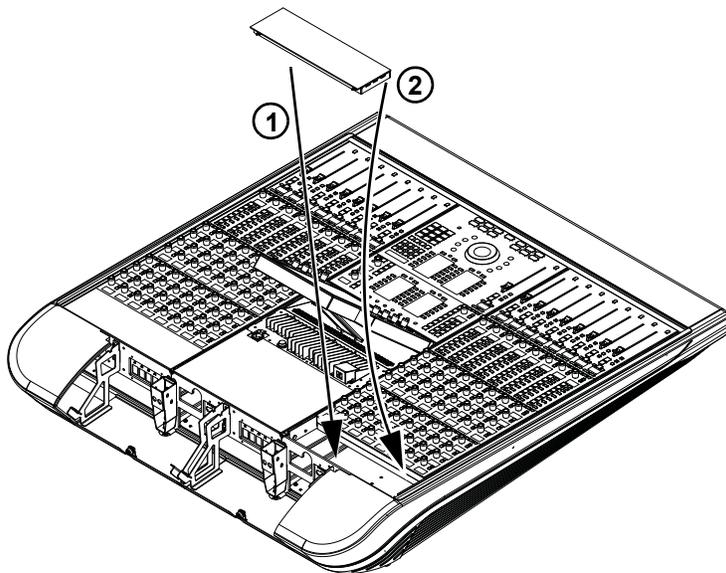

Abbildung 37. Montieren einer Kanal-Kompressionsplatte
- 3 Halten Sie die Platte angewickelt, platzieren Sie die gefederte Seite gegen die Rückseite des Chassis und üben Sie genug Druck aus, um die Federn zusammenzudrücken. Senken Sie dann die Vorderkante der Kompressionsplatte, bis sie im Chassis einrastet (siehe Abbildung 37).